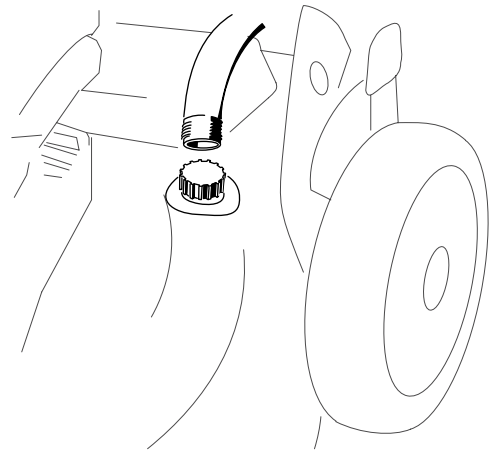

Figure 38
3. Branchez un tuyau d'arrosage relié à l'alimentation en eau au raccord de lavage du carter du plateau de coupe (Figure 38).